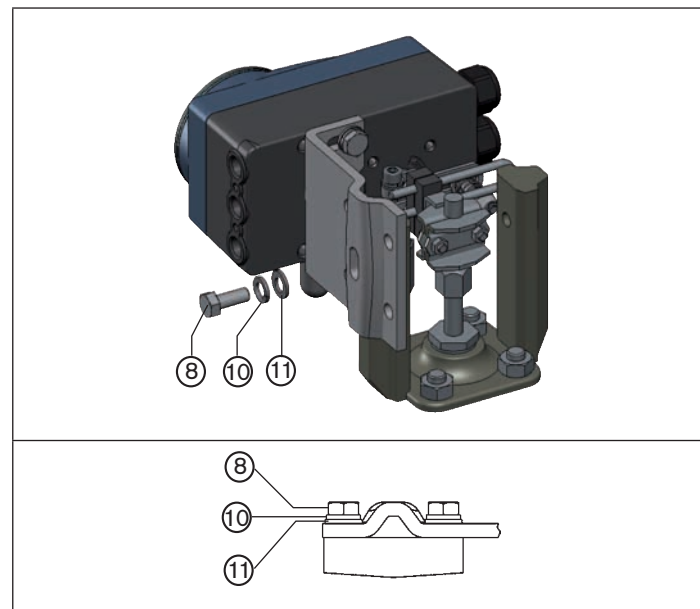

Fig. 10 : Fixer le positionneur avec l'équerre de montage pour les actionneurs avec cadre de fonte
- Fixer l'équerre de montage sur le cadre de fonte avec une ou plusieurs vis à tête hexagonale ⑧, rondelles ⑪ et rondelles élastiques ⑩ (voir « Fig. 10 »).